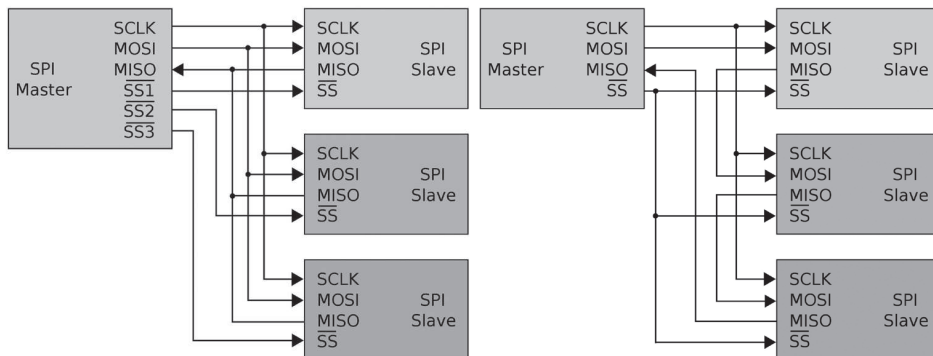

Figura 11.4 – Esquerda: um mestre com três escravos independentes. Direita: escravos encadeados (imagem cortesia de Colin M. L. Burnett).
O pino Slave Select (SS) controla quando um dispositivo pode ser acessado, caso mais de um escravo esteja anexado ao mestre (Figura 11.4). Quando há apenas um dispositivo escravo, como em seu caso, o SS (CSB no SCP1000) é opcional. Entretanto, como regra, ele deve ser utilizado independentemente do caso, uma vez que também pode ser usado como um reset para o escravo, servindo para deixá-lo pronto a receber o próximo byte. O sinal de seleção de escravo é enviado pelo mestre, para dizer ao escravo que ele deseja iniciar uma troca de dados SPI. O sinal está ativo quando LOW, por isso, quando mantido HIGH, o dispositivo escravo não está selecionado.